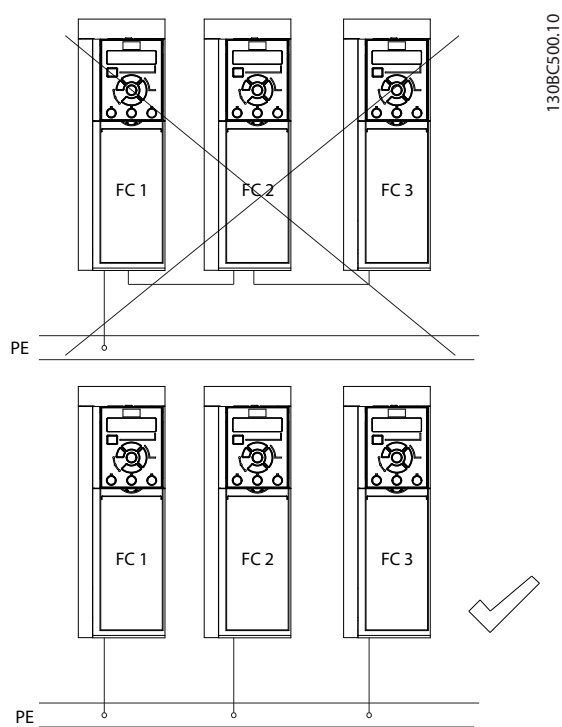

Abbildung 4.1 Erdungsprinzip
- Erden Sie Frequenzumrichter nicht in Reihe hintereinander (siehe *Abbildung 4.1*).